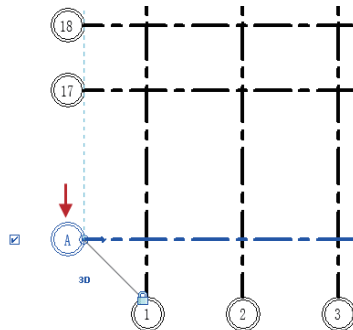

图2-28 修改结果
- 11 按Enter键，修改标头为大写字母的效果如图2-28所示。